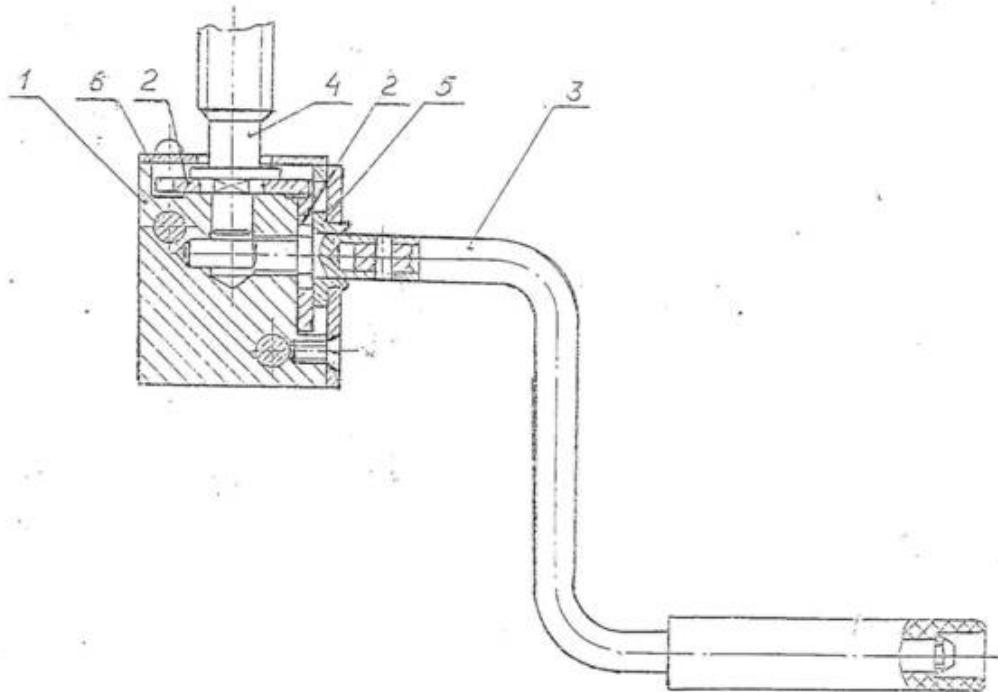

Рисунок 1.8 - Механизм перемещения сверлильной головки
1.4.2.4 Механизм перемещения сверлильной головки (рисунок 1.8) состоит из корпуса 1, прикрепленного к колонне, двух плоских зубчатых колес-поводков 2, кривошипной рукоятки 3, винта 4 с гайкой, установленной в корпусе сверлильной головки и двух крышек 5 и 6.